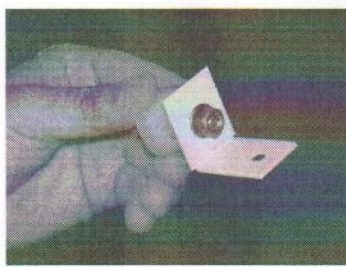

РИС.5
- вставьте вторую шайбу, закрутите гайку и регулируемая опора готова к установке на стойку (см. рис.5);